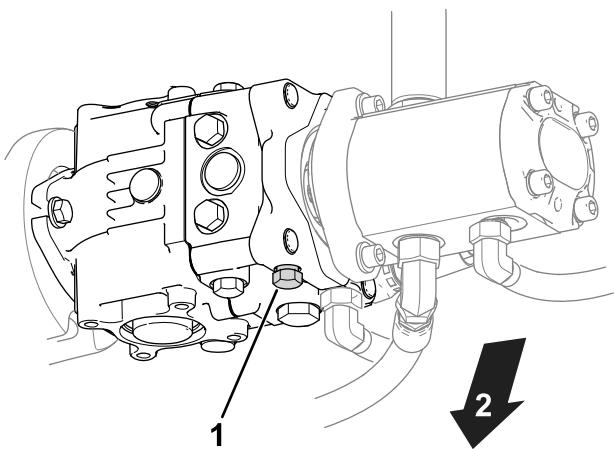

Figura 24
1. Individuate la valvola di bypass sulla pompa (Figura 24).